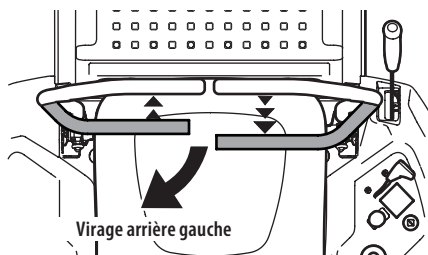

Figure 26
1. Pour tourner à gauche en marche arrière, déplacez le levier de contrôle de gauche vers l'avant du levier de contrôle de droite (Figure 26).